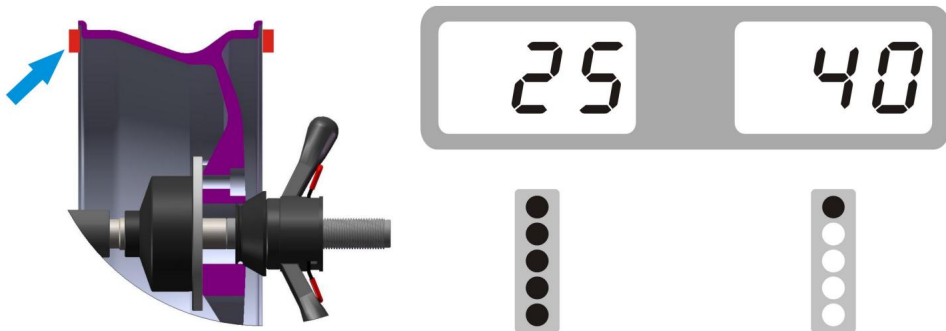

Fig. 4
4.1.7. Tournez lentement la roue dans le sens inverse des aiguilles d'une montre, jusqu'à ce que la LED de gauche s'allume complètement, clipsez le poids Position 12 heures (Fig.4)